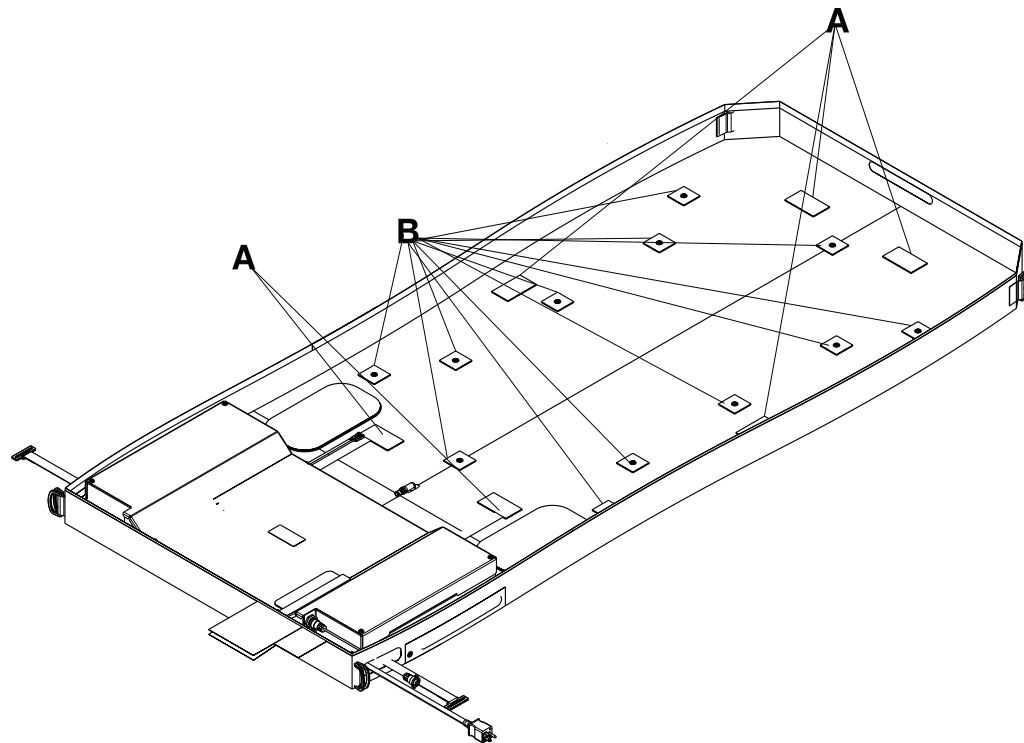

Figure 2-33 : Attaches Velcro® et loquets de l'assemblage de cellules
7. Soulever le matelas en mousse, passer la main entre le matelas en mousse et la housse inférieure pour séparer les six attaches Velcro® (A), puis désenclencher les 12 loquets (B) (Figure 2-33 à la page 2-59). Répéter la procédure de l'autre côté.